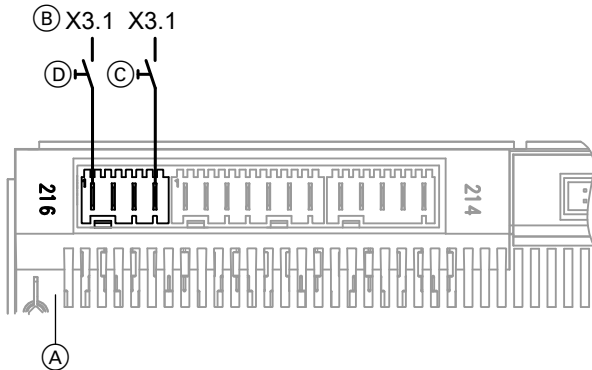

Рис. 44
- к контролеру теплового насоса в соответствии с рис. 44